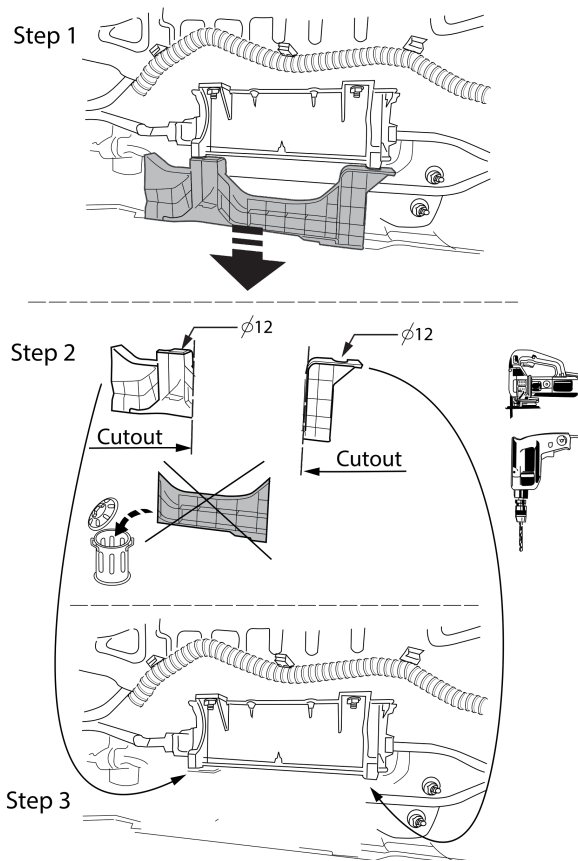

Fig. 4
9. Отпилить обозначенные части, как указано на рис. 4.